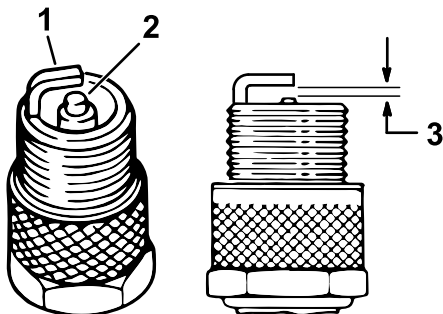

Figura 42
central para verificar que no están dañados (Figura 42).
5. Ajuste la distancia entre los electrodos central y lateral a 1 mm (0.04"), como se muestra en la Figura 42.